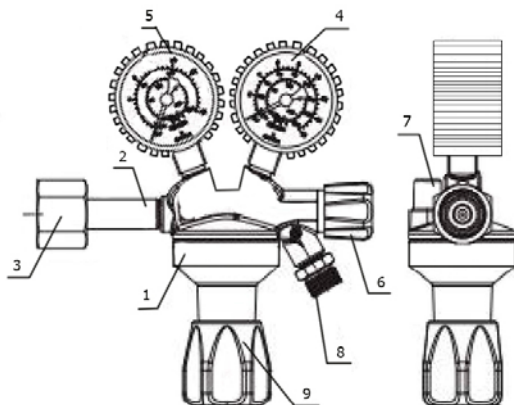

Рис. 1. Схема редуктора баллонного газового TECH CONTROL OX (кислород), CD (углекислота), UNI (аргон, азот, гелий).
**Для кислородного** - на редукторе установлены показывающие устройства: для определения давления в рабочей камере – на 1,25 МПа ( $12,5 \text{ кгс/см}^2$ ) и для определения давления в баллоне – на 20 Мпа ( $200 \text{ кгс/см}^2$ ) (см. рис. 1).
**Для углекислотного** - на редукторе установлены показывающие устройства: для определения давления в рабочей камере – на 0,6 МПа (6 кгс/см2) и для определения давления в баллоне – на 10 Мпа (100 кгс/см2) (см. рис. 1).